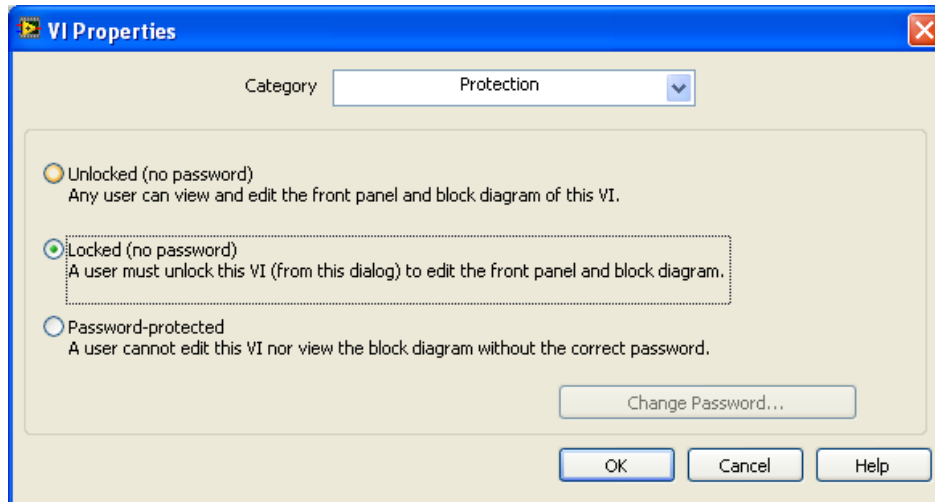

Figura A.1 Categoría *Protection* de la ventana *VI Properties*.
- 1 Primeramente debe colocarse el interruptor *No App* en posición encendida (ON), y en seguida reiniciar el controlador.
- 3 Para poder realizar modificaciones, primeramente debe desbloquearse el programa. Para ello debe desplegarse el menú *File* de la barra de menús y seleccionar la opción *VI Properties*. En la ventana emergente, que se muestra en la Figura A.1, se selecciona la categoría *Protection* y luego se cambia la selección *Locked* por *Unlocked*. Hecho esto se pulsa *OK*.